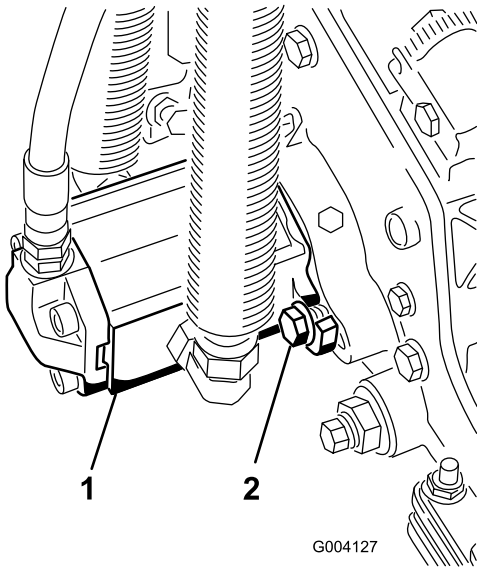

Figure 13
16. Montez le moteur en le tournant dans le sens horaire jusqu'à ce que les brides passent les boulons (Figure 13). Tournez le moteur dans le sens antihoraire jusqu'à